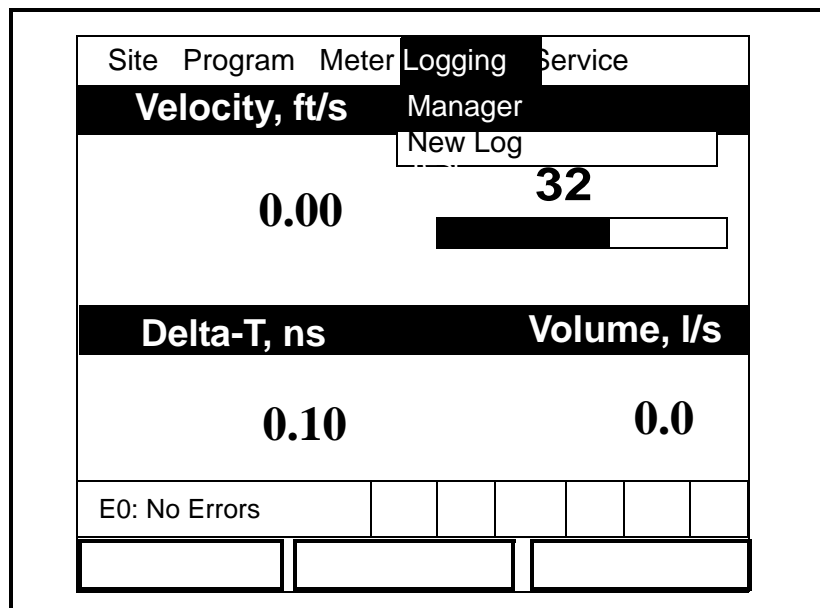

Figura 5-1: Menú Logging
2. Desplácese hasta el menú *Logging* (Registro) y pulse [ENTER]. Aparecerá una ventana como la de la figura 5-1.
- En el menú *Logging* (Registro) (consulte la figura 5-1 en la página 5-1), desplácese hasta la opción *New Log* (Registro nuevo) y pulse [ENTER].